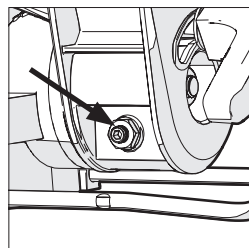

Fig. 10
- Afloje la contratuerca del tornillo de ajuste del ángulo de bisel con una llave de 10 mm y una llave hexagonal de 3 mm (no suministradas) (Fig. 10).